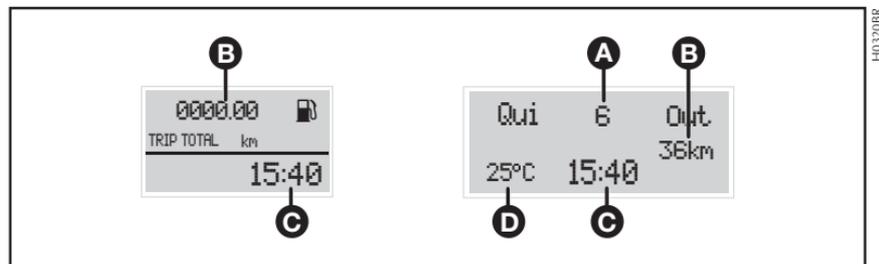

fig. 55
- Hodômetro total/parcial (B–fig. 55)
- Relógio (C–fig. 55)
- Temperatura externa (D–fig. 55)
- Data (A–fig. 55)